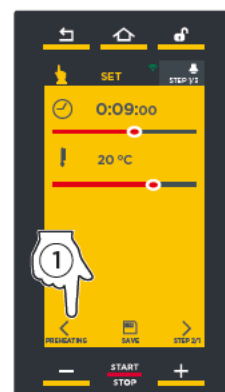

fig. S3
- ① raak het symbool aan (zie fig. S3)